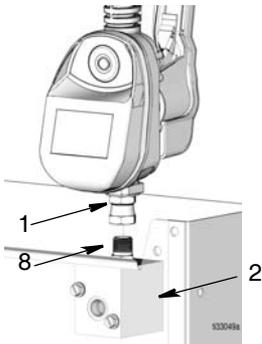

FIG. 20
5. Déconnectez le raccord (1) du mamelon du tuyau (8) dans le collecteur (2) comme montré à la FIG. 20.